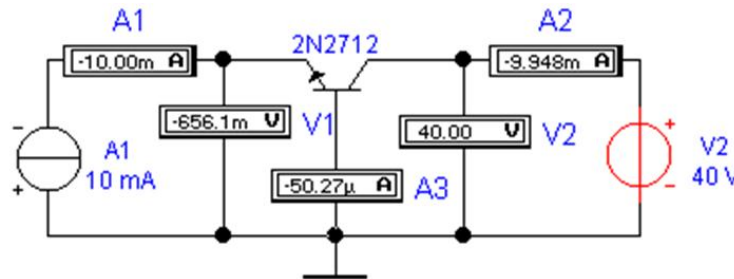

Рис.1. Схема эксперимента
1.1. Соберите схему (рис.1). Все измерительные приборы поставить в режим измерения постоянного тока (режим DC).
2.1. Соберите схему (рис.1)